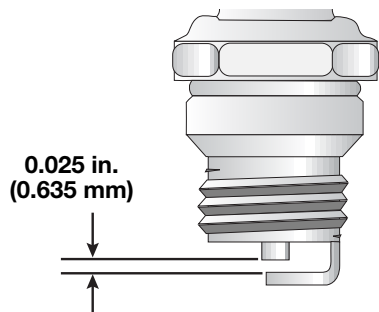

Fig. 28
3. Remplacez toute bougie fendillée, encrassée ou sale. Réglez l'écartement à 0,635 mm (0,025 po) à l'aide d'une jauge d'épaisseur (Fig. 28).